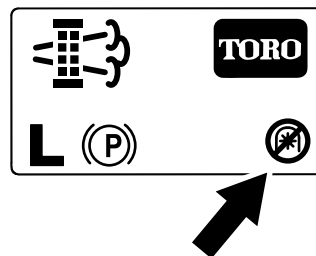

Figura 51
**Nota:** O Ecrã inicial mostra o ícone da PTO desativada (Figura 51).
**Nota:** O Ecrã inicial mostra o ícone da PTO desativada; consulte Figura 51 em Mensagens da regeneração em estacionamento \(página 37\).